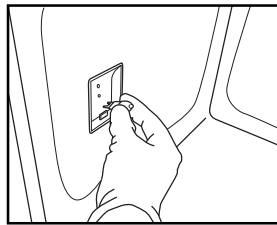

Abb. 8
4. Ersetzen Sie die Lampe (siehe Hinweis zur Lampenart) (Abb. 8).